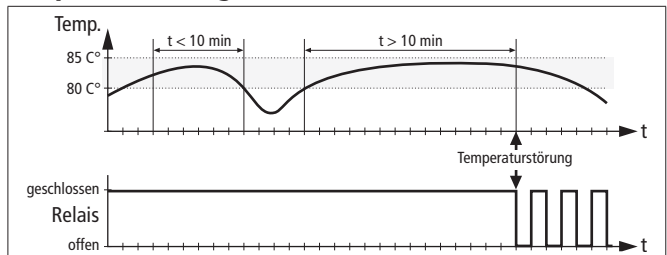

Abb. 5 Temperaturstörung (Toleranz ± 5 °C)
Der optische Rauchschalter ORS 142 SP ist für Sonderanwendungen konzipiert. Ideal geeignet ist er unter anderem für den Einsatz in Windkraftanlagen. Der ORS 142 SP unterscheidet sich zum ORS 142 dadurch, dass unterschiedliche Betriebszustände nicht nur optisch (LED) sondern auch über einen pulsierenden Relaisausgang (Frequenzmuster) ausgegeben werden. Er erkennt frühzeitig sowohl Schwelbrände als auch offene Brände mit Rauchentwicklung. Er arbeitet nach dem Streulichtprinzip. Lichtsender und -empfänger sind in der Messkammer so angeordnet, dass das Lichtbündel des Senders nicht direkt auf den Empfänger treffen kann. Erst das an Schwebeteilchen gestreute Licht (Tyndall-Effekt) gelangt zum Empfänger und wird in ein elektrisches Signal umgesetzt. Hekatron-Rauchschalter verfügen über einen Melderselbsttest, mit dem die Melder automatisch einer weitgehenden elektronischen Funktionskontrolle unterzogen werden. Die Auswerteelektronik des ORS 142 SP überwacht den Rauchmessteil des Melders zusätzlich auf leichte Verschmutzung, starke Verschmutzung und Störung (Messkammerausfall). Mittels eines integrierten Temperatursensors meldet der Rauchschalter eine Temperaturstörung, wenn über einen Zeitraum von min. 10 Minuten eine Temperatur von 80°C anliegt (s. Abb. 5). Wird die Umgebungstemperatur von 85°C überschritten, meldet der ORS 142 SP sofort eine Störung.
- ▶ LED leuchtet gelb - Relaiskontakt pulsiert (s. Abb. 5)